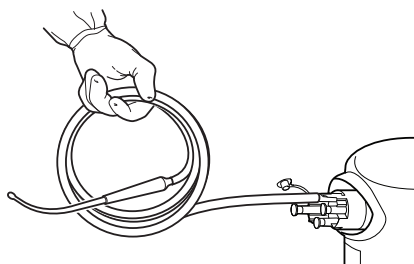
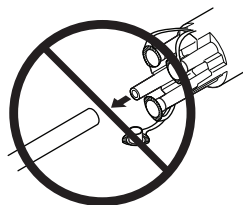

図6 吸引チューブのまどめ方
図7 チューブを接続したまま廃棄
1. 吸引を動作させ、吸引チューブをマニホールドポートの方向でまどめて、チューブから廃液を除去します (図6)。マニホールドに接続した吸引チューブは決して取り外さないでください (図7)。